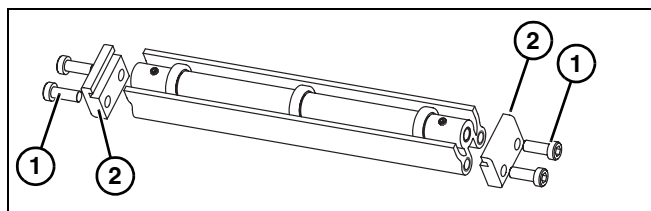

Figure 15
1. Coloque los rodillos de retorno. En Figure 15 se muestran vistas en despiece ordenado.
2. Retire los tornillos (**Figure 15, ítem 1**) y enganches (**Figure 15, ítem 2**) del conjunto de rodillos.